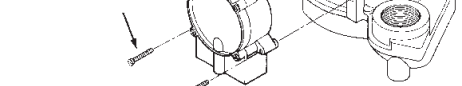

Figure 2
2. For installation on Little Giant 6-CIM-R or 6-CBM-R pumps, refer to Figure 2. Attach the RS-5LL directly to the 6 series pump housing using the two slot drive screws provided, as shown in Figure 2. Use the cable ties provided to secure the power cords together. To ensure proper operation of pump and switch, place pump on a solid surface in water at least 1" deep.
2. Pour l'installation des pompes 6-CIM-R ou 6-CBM-R de Little Giant, consulter la Figure 2. Fixer le RS-5LL directement au boîtier de la pompe de série 6 à l'aide des deux clous vissés fournis, tel qu'illustré à la Figure 2. Utiliser les attaches de câble fournies pour fixer les cordons d'alimentation ensemble. Pour s'assurer du bon fonctionnement de l'interrupteur et de la pompe, placer cette dernière dans au moins 3/4 po d'eau, sur une surface stable.